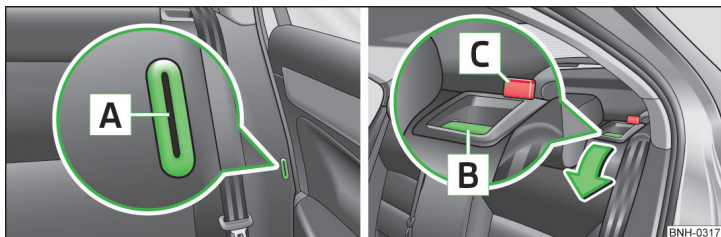

Fig. 56 Deschidere pentru introducerea elementului de prindere / Rabatarea spătarului înainte
- Introduceți clema de fixare a centurii de siguranță în orificiul **A** » fig. 56 din capitonajul lateral - poziție de siguranță.